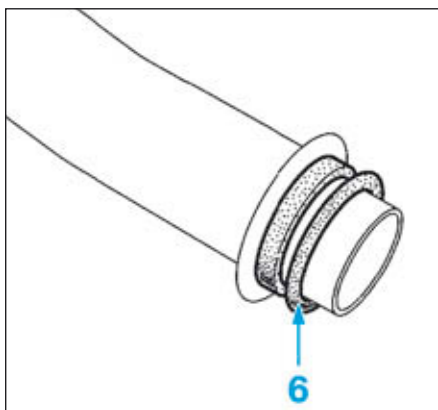

FIG.29
- Remplacer les joints d'étanchéité (6) entre les tuyaux du radiateur de chauffage et le radiateur de chauffage (Fig.29).